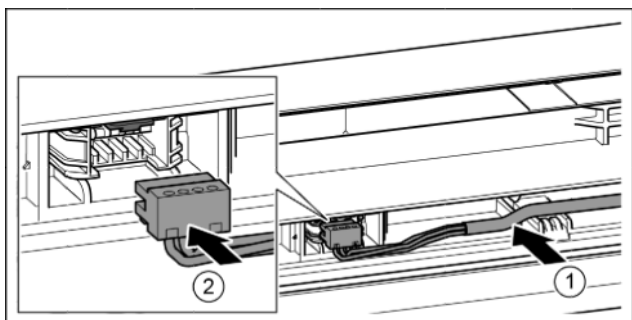

Fig. 39
- ▶ Šedý kabel vložte do vedení v horních dvířkách. Fig. 39 (1)
- ▶ Zaklapněte zástrčku. Fig. 39 (2)